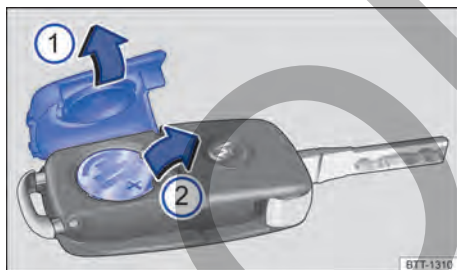

Fig. 42 Llave del vehículo con comando remoto: ① Abrir la tapa del alojamiento de la batería. ② Desmontar la batería.
Leyenda para → fig. 42:
- Retirar la cubierta en el lado posterior de la llave → fig. 42 ① en el sentido de la flecha → ①.
- Retirar la batería de su alojamiento con una herramienta adecuada ②.
- Colocar la nueva batería según lo indicado ② y presionar en sentido contrario al de la flecha hacia dentro del alojamiento de la batería → ①.
- Coloque la cubierta como se indica ① y presiónela en el sentido contrario al de la flecha sobre la carcasa de la llave del vehículo hasta encajarla.